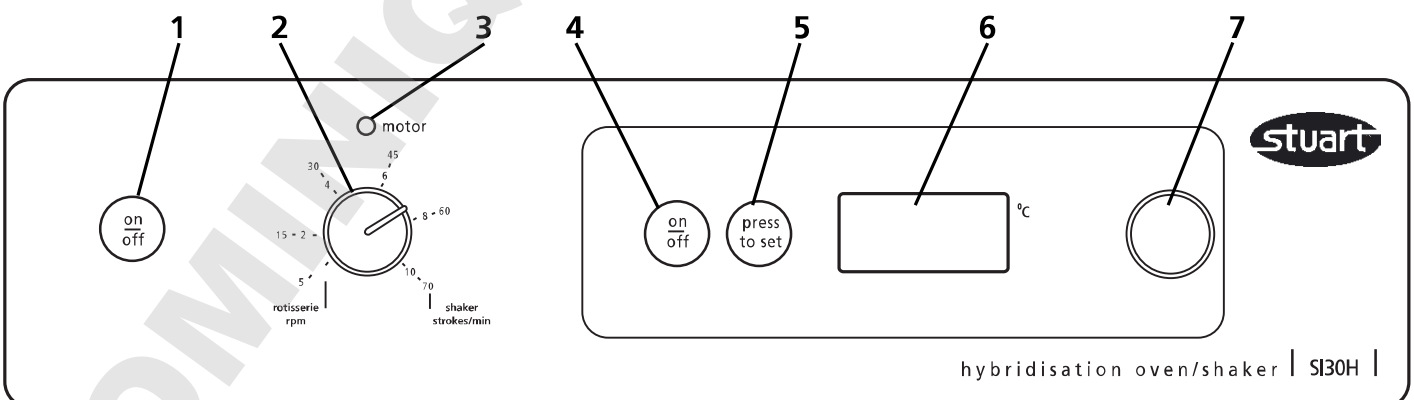

Fig 3: Commandes du panneau avant
- 3.1 Les commandes de température de l'étuve se situent sur le côté droit du panneau de commande (numéros 4 à 7 sur la figure 3).
- 5.6 Les commandes de vitesse se trouvent sur le côté gauche du panneau de commandes (numéros 1 à 3 sur la figure 3). Mettez le tournebroche / agitateur sous tension en appuyant sur le bouton marche/arrêt (1). Le voyant indicateur rouge (3) au-dessus du sélecteur de vitesse (2) va s'allumer.